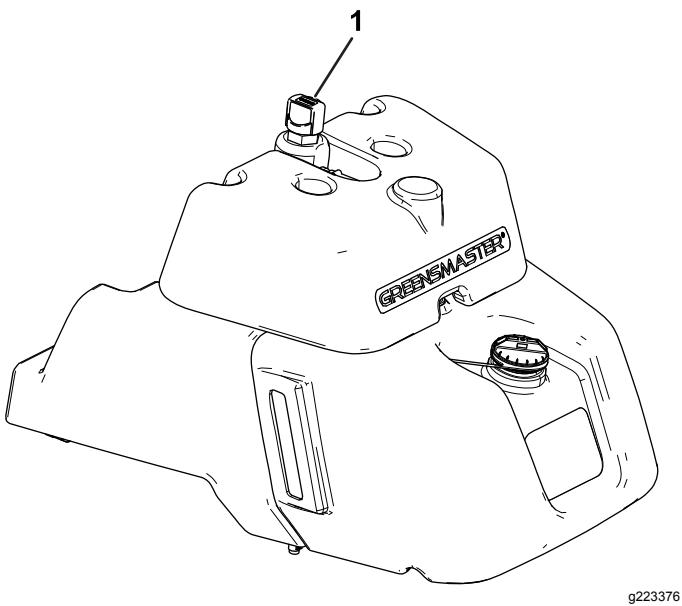

Bild 36
- Wenn der Behälter kein Schauglas hat, ermitteln Sie den Peilstab an der Oberseite der Haupthydraulikbehälter (Bild 36) und gehen Sie auf Schritt 3.